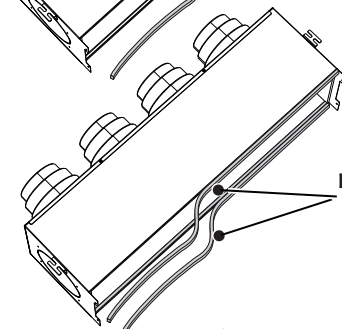

Abb. 3
- Zubehör PM\_V an der Auslassöffnung der Einheit mit vier der mitgelieferten Schrauben befestigen (Abb. 3).